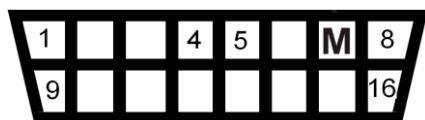
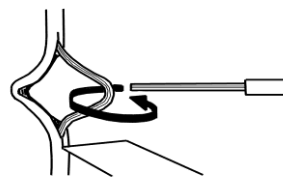

Рис. 3 Обозначение со стороны подключения диагностического тестера
Рис. 4
- 7) Протяните провод чёрного цвета поставляемый в комплекте к разъёму C 202, а цветной (красный или чёрнобелый) к диагностическому разъёму рис. 3
- 8) Подсоедините чёрный провод от компьютера к 63 контакту (бело-зелёный провод) 202 разъёма. Цветной (красный или чёрнобелый) провод в точку «М» диагностического разъёма рис. 3. Родной провод рекомендуется не отрезать, а разрезав изоляцию скрутить с проводом компьютера (по возможности спаять) и заизолировать рис. 4.